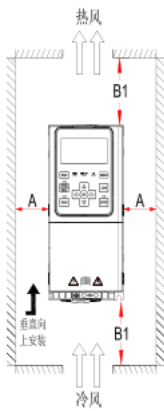

图2-19 C2～C8机型安装图
- 2) 安装空间遵照图2-19、2-21所示，保证变频器的散热空间。但布置时请考虑柜内其它器件的散热情况；